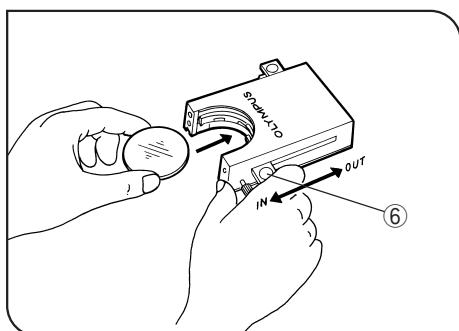

図 7
フィルタカセットの場合(図7～10)
- 2) レバー⑥をIN側にスライドさせます。その際、確実にクリックに入れてください。(図7)